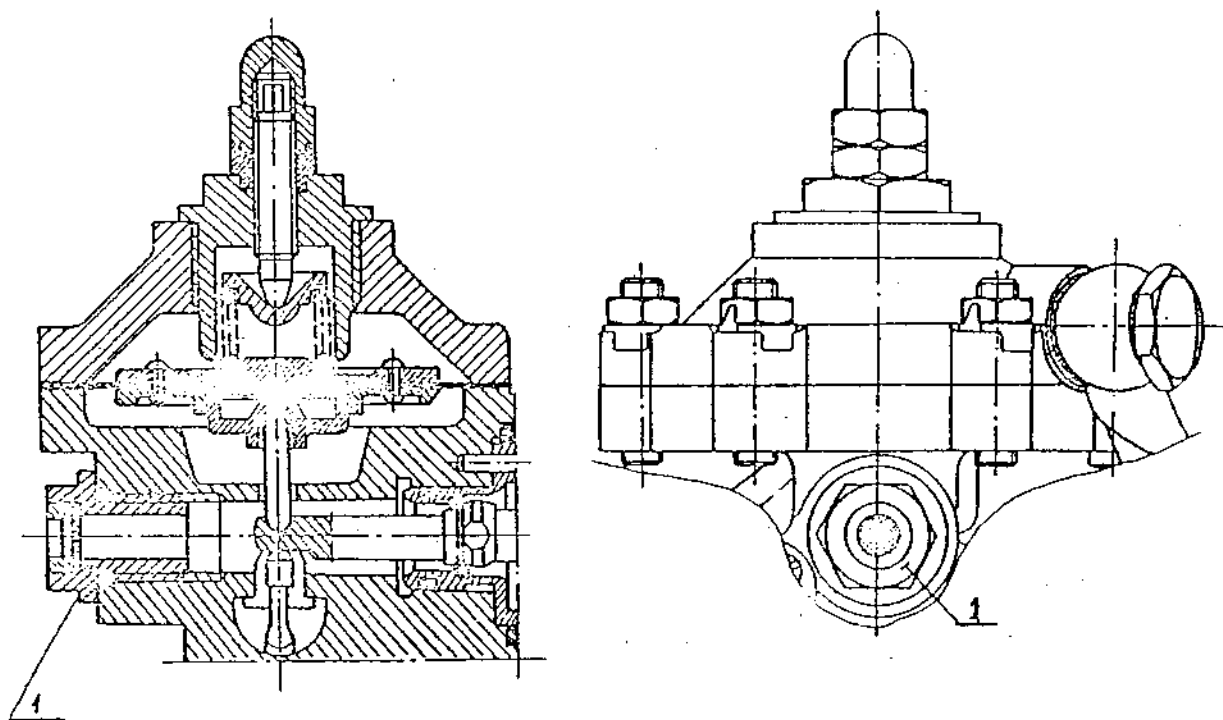

Рис. 6.8. Узел мембран автомата запуска
14.3.1. Расконтрить и вывернуть пробку I вместе с фильтром рис. 6.8.